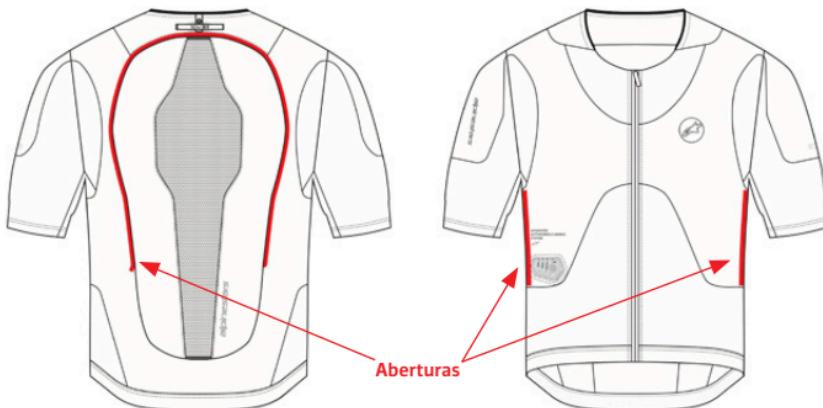

Figura 24: Aberturas Capa BAse (1)
2. Desmontar el Protector Posterior (4) – Desprender el Velcro de la parte superior del Protector de Espalda (4) y separar el Protector de Espalda (4) de la Capa Base (1).
3. Desmontar el Airbag (11) - A través de la abertura posterior, proceder a desmontar los 12 bucles de conexión que unen el Airbag (11) a la Capa Base (1) en la parte trasera del Sistema y en la zona de las mangas. Para acceder a los bucles de conexión en la parte delantera del Sistema, utilizar las dos aberturas presentes en los laterales del interior de la prenda, las aberturas están situadas en los laterales del Sistema directamente debajo de la zona de las axilas, como se muestra en la Figura 24. Retirar completamente el Airbag (11) de la Capa Base (1).